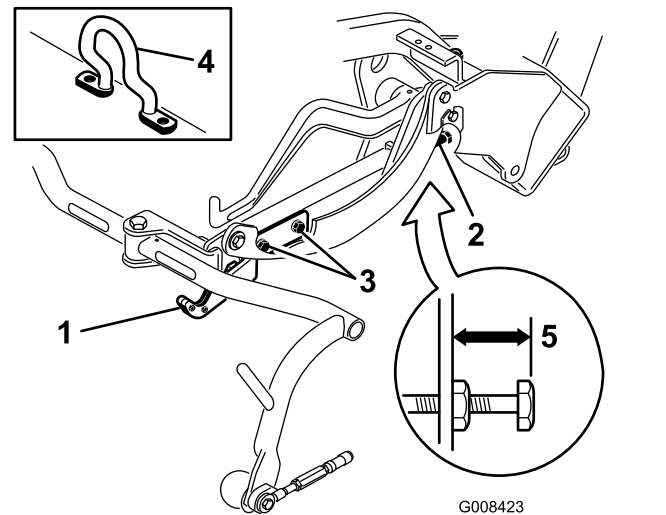
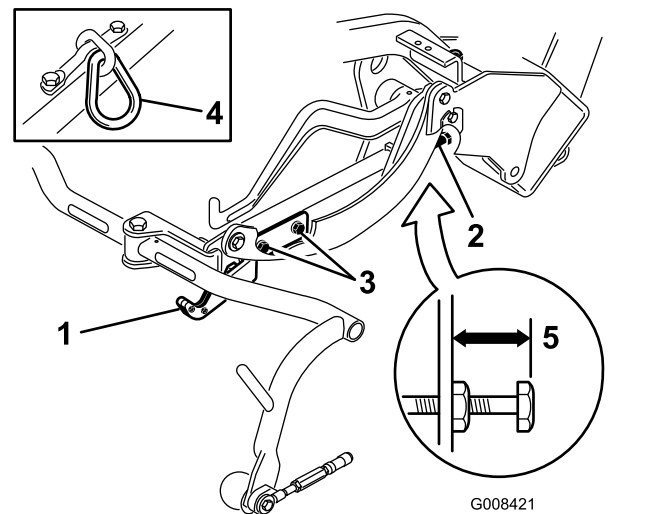
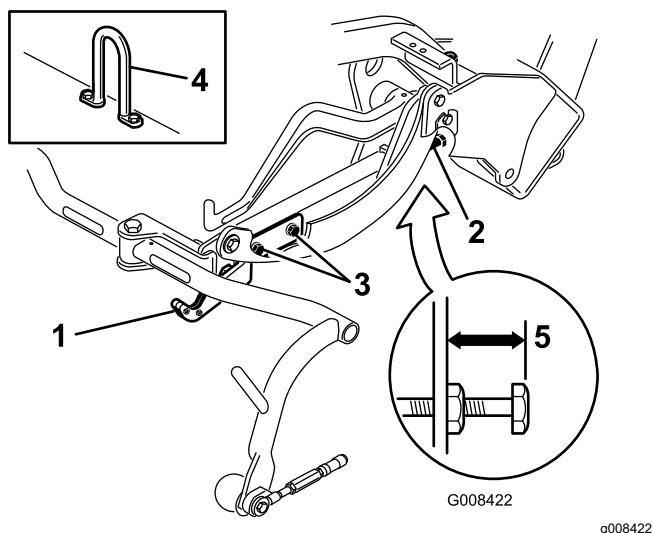

Figure 10
Figure 11
Figure 12
3. Sur les unités de coupe équipées d'un maillon de chaîne ou d'un crochet de levage droit (Figure 11 et Figure 12, détails), vérifiez qu'un espace de 22 mm existe entre le haut de la vis de réglage du bâti porteur et l'arrière du bâti porteur. Si l'espace n'est pas correct (22 mm), passez à l'opération 4. Si l'unité de coupe est équipée d'un crochet de levage décentré (Figure 10), passez à l'opération suivante.
Vérifiez la hauteur de transport (Figure 11 et Figure 12) et ajustez-la au besoin.
2. Sur les unités de coupe équipées d'un crochet de levage décentré (Figure 10, détail), vérifiez qu'un espace de 25 mm existe entre le haut de la vis de réglage du bâti porteur et l'arrière du bâti porteur. Si l'espace n'est pas correct, passez à l'opération 4.
4. Desserrez les vis de fixation de la plaque de transport (Figure 11, Figure 12 et Figure 10).
7. Si les bâtis porteurs ne sont pas tous à la même hauteur, desserrez l'écrou de blocage de la vis de réglage sur chaque bâti (Figure 10, Figure 11 et Figure 12). Tournez la vis vers l'extérieur pour élever le bâti ou vers l'intérieur pour l'abaisser. Serrez l'écrou de blocage une fois que vous avez obtenu la hauteur correcte.